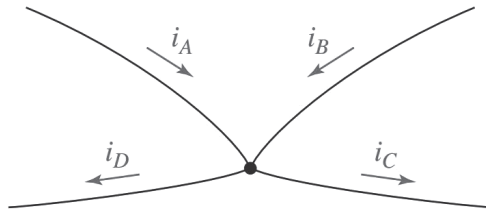

Figura 7. Correntes em um nó ilustrando a LKC.
A Figura 7 ilustra correntes entrando (i_A e i_B) e saindo (i_C e i_D) do nó. Aplicando-se a LKC, Equação (4):